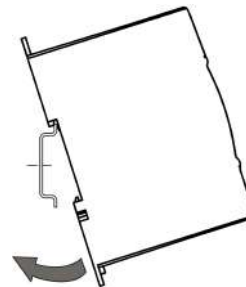

Рисунок 4.2 – Монтаж прибора
- С усилием придавить прибор к DIN-рейке в направлении, показанном стрелкой (см. рисунок 4.2), до фиксации защелки.